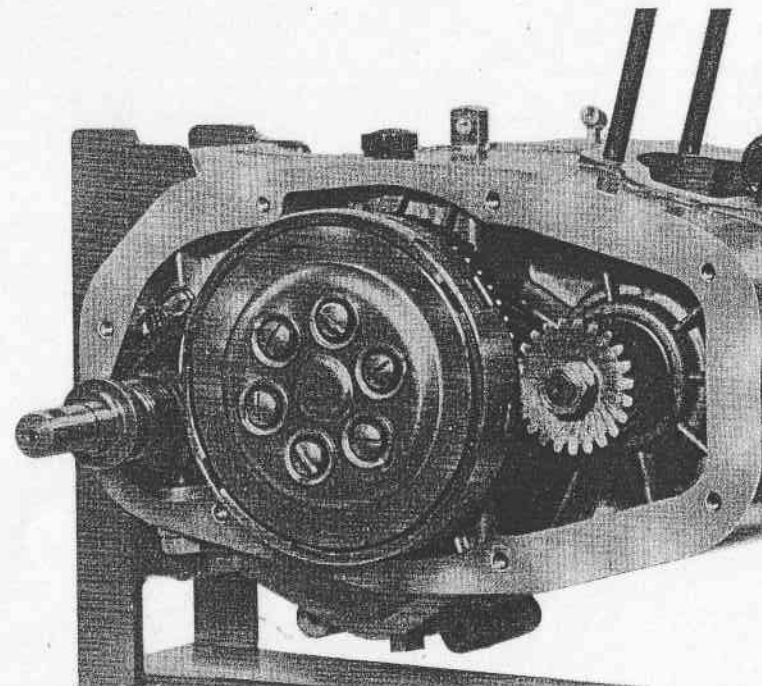

Fig. 12 - Dépose du couvercle d'embrayage
- Déposer le couvercle d'embrayage après avoir retirés toutes le vis de fixation, et récupérer le joint (Fig. 12).